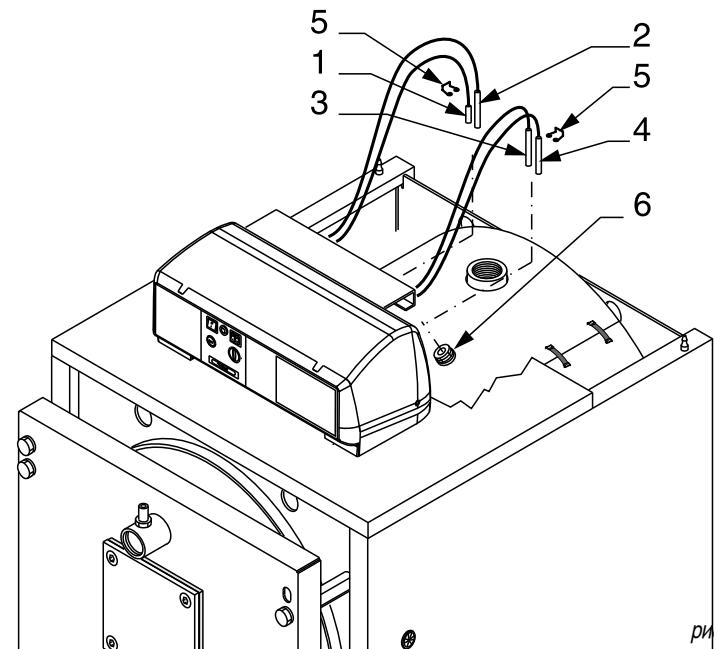

рис. 28
- D) Установить в гильзы датчики, как указано на рис. 28, пропустить электрическую проводку через боковые отверстия для кабелей, произвести подключение панели управления к электрической сети, горелке, насосам (при их наличии) и т.п. Закрыть крышку электрической панели.